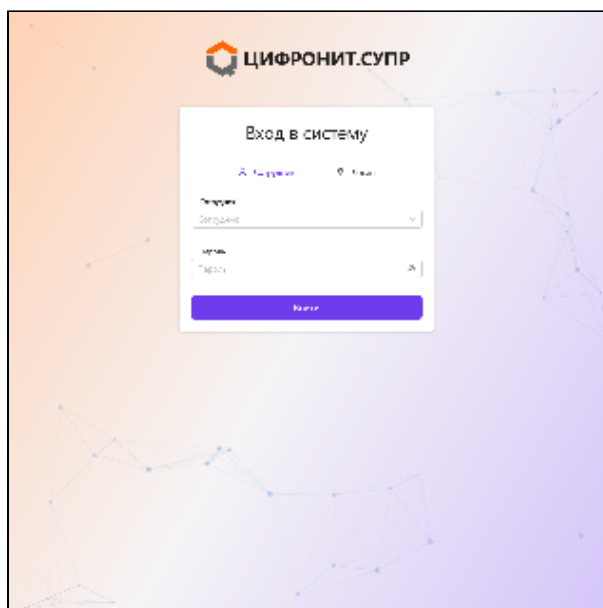
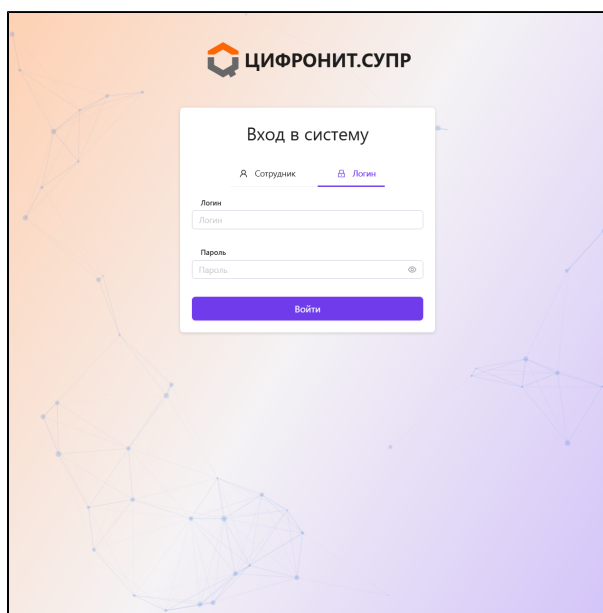

Рисунок 1 - Вход в систему через выбор сотрудника и ввод пароля
Рисунок 2 - Вход в систему через выбор сотрудника и ввод пароля
- в адресную строку ввести URL (адрес) главной страницы системы «Цифронит.СУПР», после чего откроется главная страница системы «Цифронит.СУПР» (см рисунок 1).
Система предлагает два способа авторизации: выбрать сотрудника из списка (см рисунок 1) или ввести логин (см рисунок 2), после чего в обоих случаях потребуется ввести пароль и нажать кнопку "Войти".